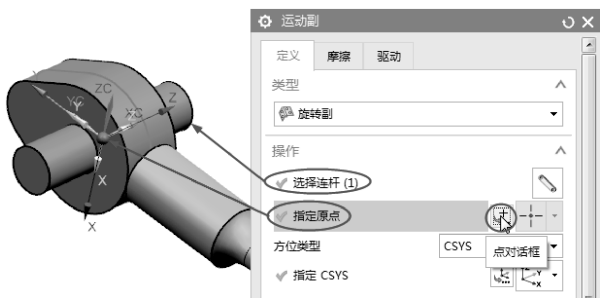

图 8-52 指定旋转副的原点
- 08 随后定义原点为参考坐标系的原点，如图 8-52 所示。